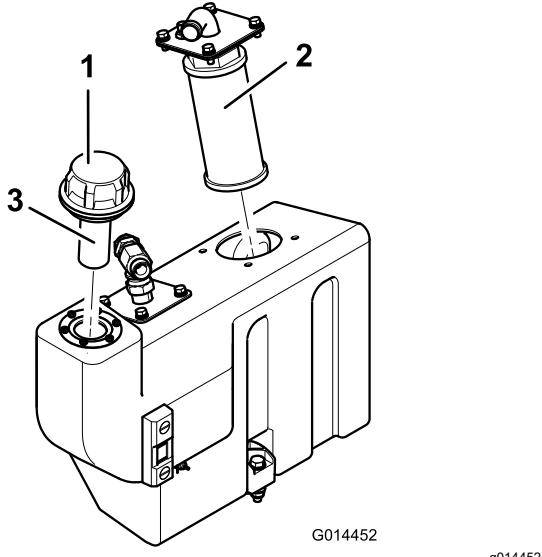

**Figura 75**
- Allineate una bacinella di spурgo sotto il serbatoio idraulico, rimuovete il tappo di spурgo del serbatoio, e spurgate completamente il fluido idraulico (Figura 75).